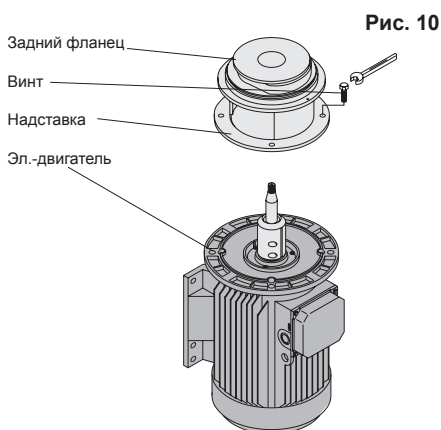

Рис. 10
4. Снять кожух эл.-двигателя и, по возможности, поставить насос на торцевую крышку двигателя. См. Рис. 10.
5. Отвернуть четыре болта между двигателем и надставкой и снять их. См. Рис. 10.
6. Поднять торцевую крышку, надставку и распорный фланец (при наличии), прикрепленные друг к другу, вверх с вала. См. Рис. 10.